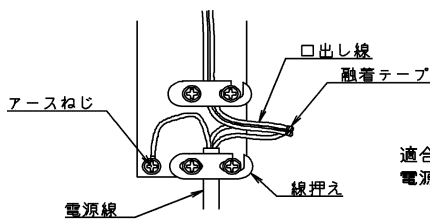

図1
- ① 電源線、アース線を器具口出線及びアースねじに接続してください。(図1)
- ② 電源線、アース線を結線部に張力がかからないように、器具下端の線押えで固定してください。(図1)